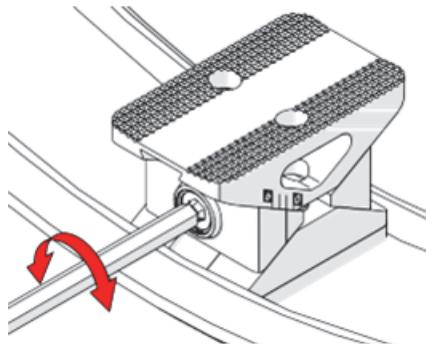

Figure 1-18 Ajustement d'un pied
1. Faites tourner le mécanisme d'ajustement au moyen d'un tournevis à tête hexagonale de 6 mm (Figure 1-18 à la page 40). Les repères sur les pieds sont des mesures en millimètres.